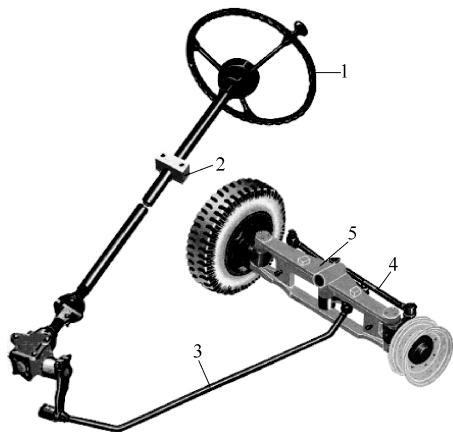

图 1-34 叉车机械转向机构
(1) 机械式转向 机械式转向系统以驾驶人的人力作为转向动作的能源。机械式转向系统主要由方向盘、转向器和转向传动机构组成。机械式转向系统的主要优点是：结构简单，制造方便，工作可靠。缺点是：转向沉重，操纵费力，多用在中小型车辆上。如图 1-34 所示。